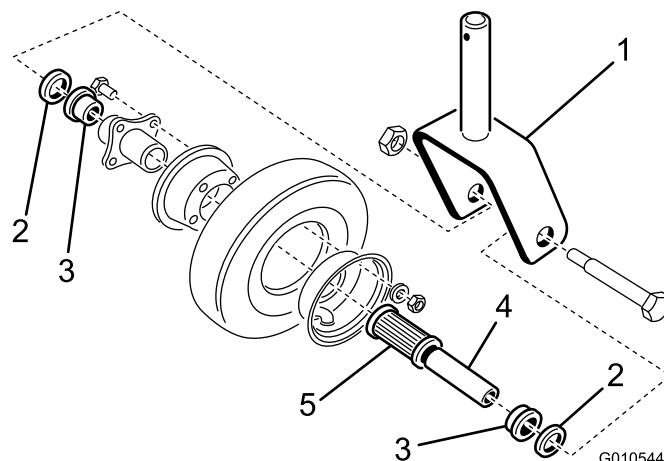

Figure 19
2. Basculez la roue sur le côté et laissez tomber la douille pour clé (Figure 19).
3. Retirez une retenue de roulement du moyeu de roue et laissez tomber le roulement. Enlevez la retenue de roulement de l'autre côté du moyeu (Figure 19).